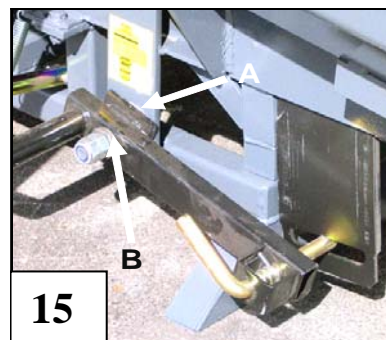

Bild 15. Manuell justering av klyvbettet
5.4 Klyvbettet, manuell justering, bild 15